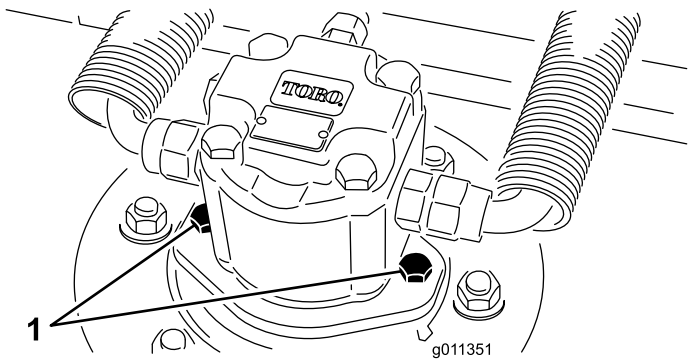

图 10
2. 从刀盘中断开并取出液压马达 (图 10)。盖住铰轴的顶部防止污染。
4. 将液压马达安装到刀盘上 (图 10)。确保 O 形圈到位且没有受到损坏。